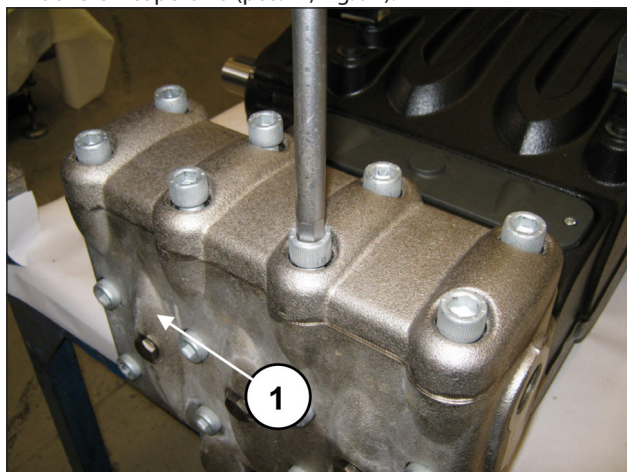
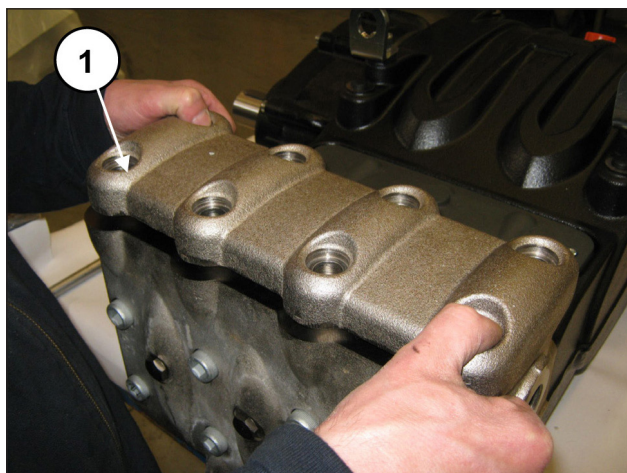

Fig. 96
Fig. 97
Svitare le 8 viti M16x55 del coperchio valvole (pos. ①, Fig. 96) e rimuovere il coperchio (pos. ①, Fig. 97).